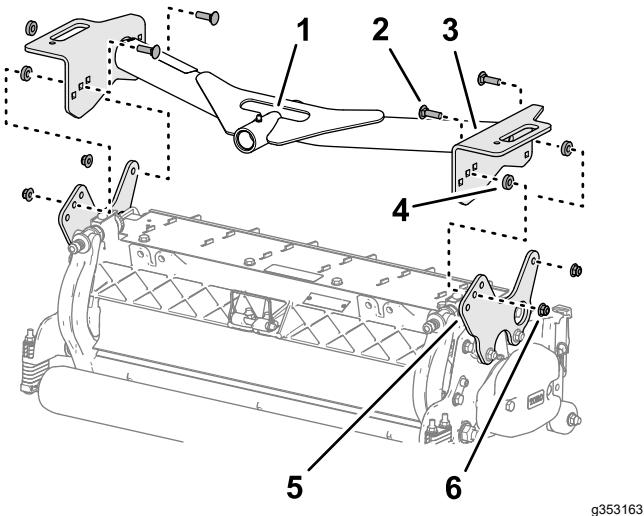

Figura 19
1. Allineate i fori nelle piastre del telaio portante anteriore con i fori nelle piastre di montaggio dell'apparato di taglio (Figura 19).
2. Allineate un distanziale tra la piastra portante e la piastra di montaggio (Figura 19) e assemblate senza serrare le piastre e il distanziale con un bullone a testa tonda (3/8" x 1 1/4") e un dado di bloccaggio flangiato (3/8").